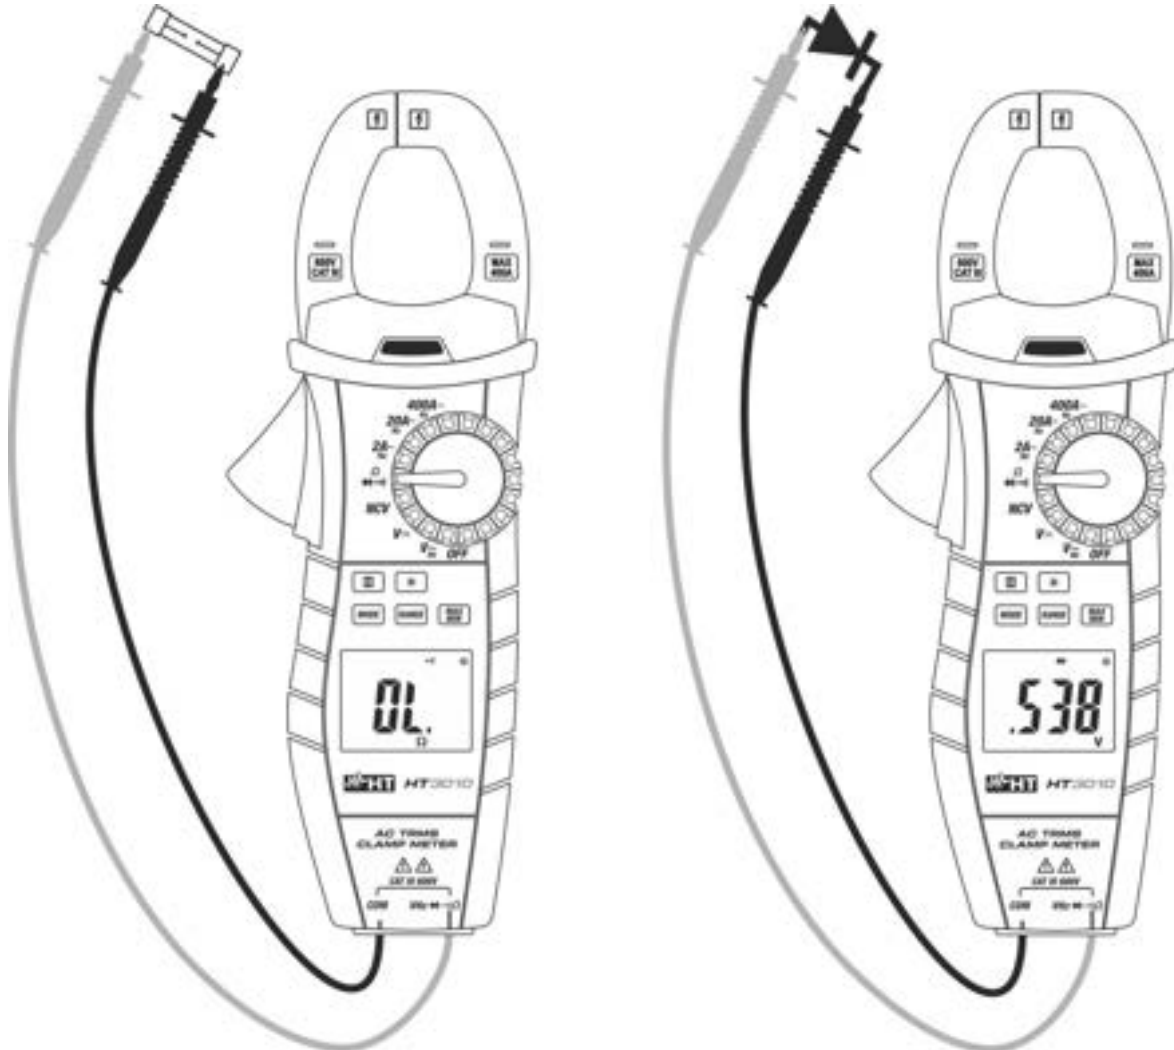

Fig. 7: Uso del instrumento para la prueba de Continuidad y Prueba de Diodos
3. Inserte el cable rojo en el terminal de entrada **VΩHz $\rightarrow \text{diode symbol}$** y el cable negro en el terminal de entrada **COM** y efectúe la prueba de continuidad sobre el objeto en prueba (vea Fig. 7 – parte izquierda). El indicador acústico emite una señal acústica cuando el valor de la resistencia medida es inferior a aproximadamente 30Ω
5. Conecte la punta roja al ánodo del diodo y la punta negra al cátodo en caso de medida de polarización directa (vea Fig. 7 – parte derecha). Invierta la posición de las puntas de prueba en caso de medida de polarización inversa